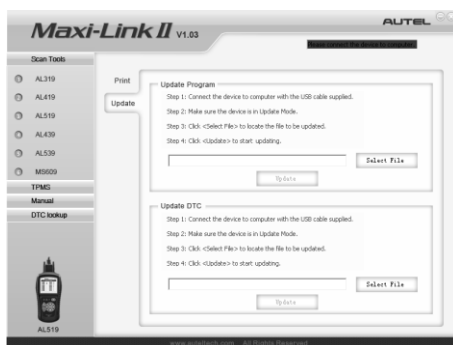

Figura 3.13
- 5) Seleccione los programas que se van a actualizar en su computadora. Hay dos tipos de programas: el sistema operativo y de la biblioteca DTC. (Figura 3.13)